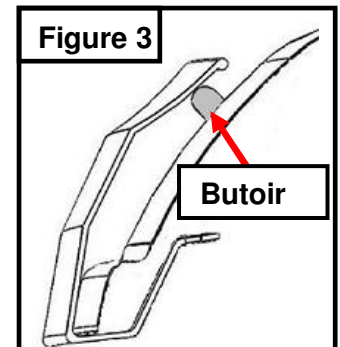

Figure 3
7. Installez les butoirs en caoutchouc sur le capot original ou les coins du protecteur de capot sont les plus près du capot. (**Figure 3**) **Nettoyez la surface avec de l'alcool isopropylique et enlevez l'endos protecteur du butoir pour ensuite l'appliquer sur le capot.**